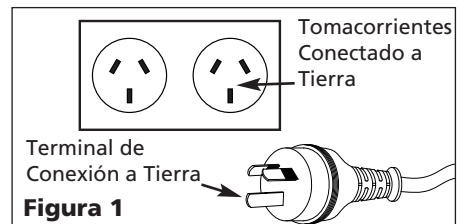

Figura 1
1. Este producto está diseñado para circuitos nominales de 240 voltios y tiene un enchufe para conexión a tierra similar al de la Figura 1. Cerciórese de conectarlo a un tomacorrientes cuya configuración sea similar a la del enchufe. Este producto se debe conectar a tierra. En caso de que ocurra un cortocircuito, esto evitaría el riesgo de choque eléctrico al ofrecerle un cable de desvío a la corriente eléctrica. Este producto tiene un cordón con un alambre y terminal de conexión a tierra. El cordón debe conectarse a un tomacorriente que esté instalado adecuadamente y conectado a tierra según los códigos y ordenanzas locales.